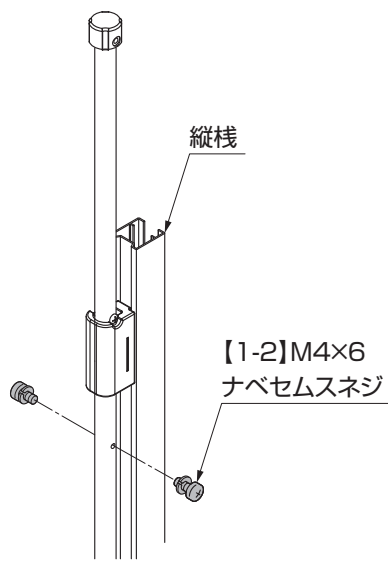

図6-4
②落し棒を落し棒ホルダーに挿入した後、【1-2】を落し棒の両サイドからネジ止めしてください。(図6-4参照)